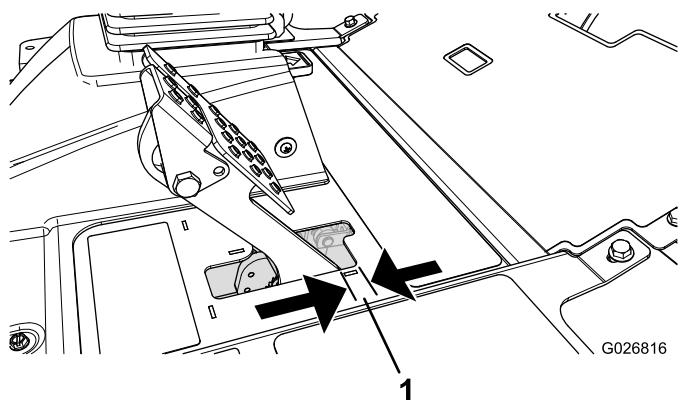

Figura 88
Reglai frânele atunci când pedala de frână are o cursă liberă mai mare de 2,5 cm (Figura 88) sau când este necesară o forță de apăsare mai mare. Cursa liberă este distanța pe care se micșorează pedala de frână înainte de a simți rezistența la frânare.
2. Strângeți piulia din spate pentru a deplasa cablul spre spate până când pedalele de frână au o cursă liberă de 0,63 până la 1,27 cm (Figura 88), înainte de a obține blocarea roilor.